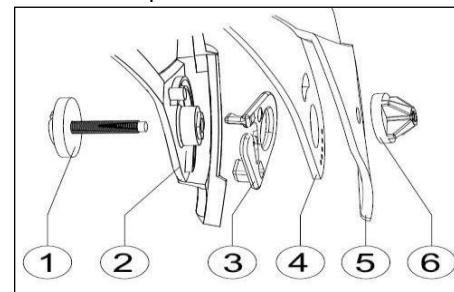

Fig. 1
1. Draai de schroeven (afb. 1, punt 1 en 6) op de zijkanten los.
2. Verwijder de frontplaat (afb. 1, punt 5), zorg ervoor dat het centrale deel van zijn steun wordt verwijderd.
3. Verwijder het vizier (afb. 1, punt 4).
4. Verwijder de aan/uit-stopper(afb. 1, punt 3).
5. Verwijder het deel van de helm (afb. 1, punt 2).
1. Plaats de schroef in de speciale behuizing die in het kopstuk is te vinden (afb. 1, punt 1).
2. Plaats de aan/uit-stopper (afb. 1 punt 3).
3. Plaats het vizier (afb. 1 punt 4).
4. Plaats het masker (afb. 1 punt 6).
5. Zet de schroef iets vast (afb. 1, punt 1 en 6).